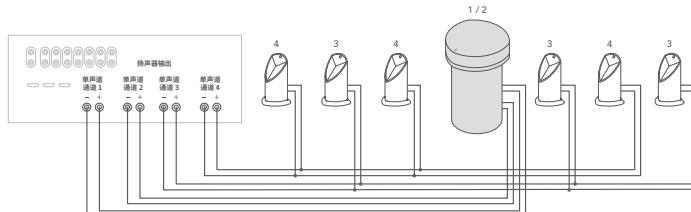
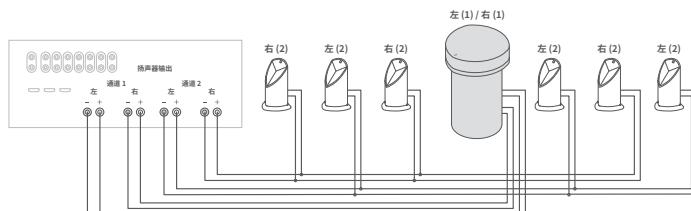

图 3
图 4
- 确定系统是以单声道还是以立体声运行（请参阅下一页图 3 和图 4 中的系统连接图示例）。在某些应用中，聆听位置与左右扬声器的距离永远不会相等，在这种情况下，单声道可能是最佳方案。
请参见图 3(单声道操作)和图 4(立体声操作)中的系统连接图示例。如果每个放大器通道使用多个护柱，则建议使用下面列出的 70V/100V 配置。